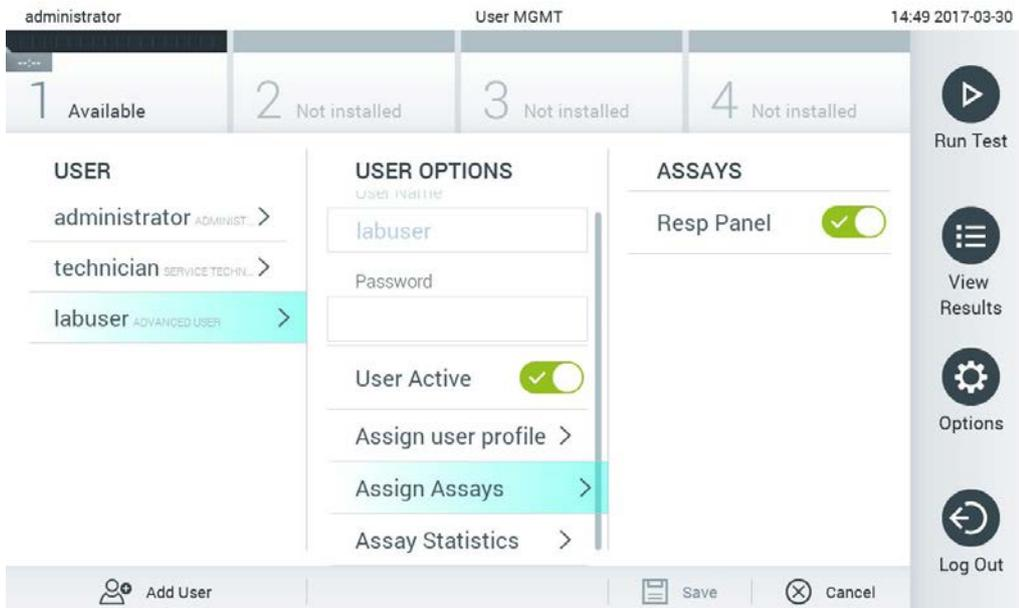

Figura 61. Assegnazione di esami agli utenti.
- Assign Assays (Assegna esami): permette di definire gli esami del database degli esami che l'utente può eseguire. Selezionare gli esami dall'elenco a destra dell'area dei contenuti (Figura 61).